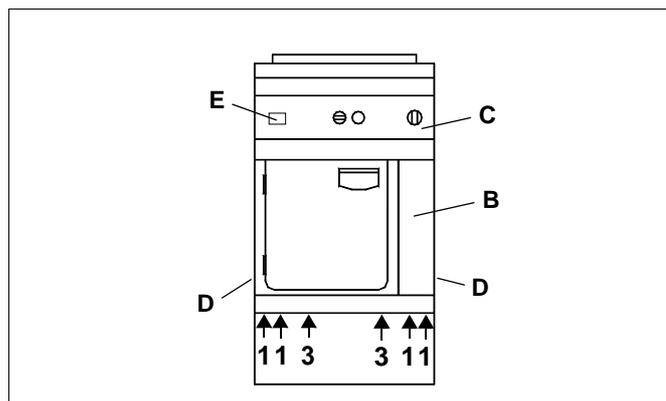
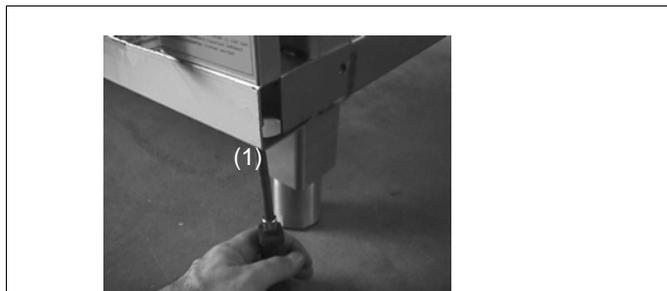

Fig.5 Vue d'ensemble
Fig.6 Panneau avant
La plaque signalétique (E) figure à l'intérieur et à l'extérieur du panneau de commandes (C), à droite (Fig.5).
- ⇒ Desserrez les vis (1 et 3 Fig.5, Fig.6). Si le four est encastré, desserrez
2.2 PANNEAU DE COMMANDE (C)
- ⇒ Desserrez les vis (5 / Fig.5).